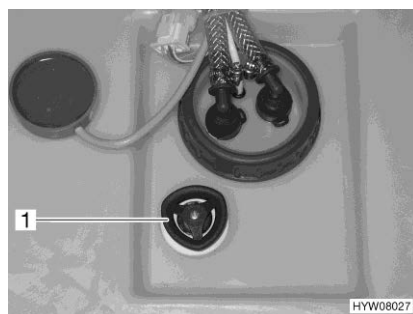

Fig. 190 Maniglia girevole (serbatoio dell'acqua)
- Sul serbatoio dell'acqua, ruotare la maniglia girevole (Fig. 190,1) in senso orario fino all'arresto.
- Sul serbatoio dell'acqua, ruotare la maniglia girevole (Fig. 190,1) in senso antiorario fino all'arresto. L'acqua fuoriesce fino a ca. 20 litri.
- Sul serbatoio dell'acqua ruotare la maniglia girevole (Fig. 190,1) in senso antiorario, oltre la resistenza verso l'esterno fino all'arresto, per aprire completamente l'apertura di scarico.